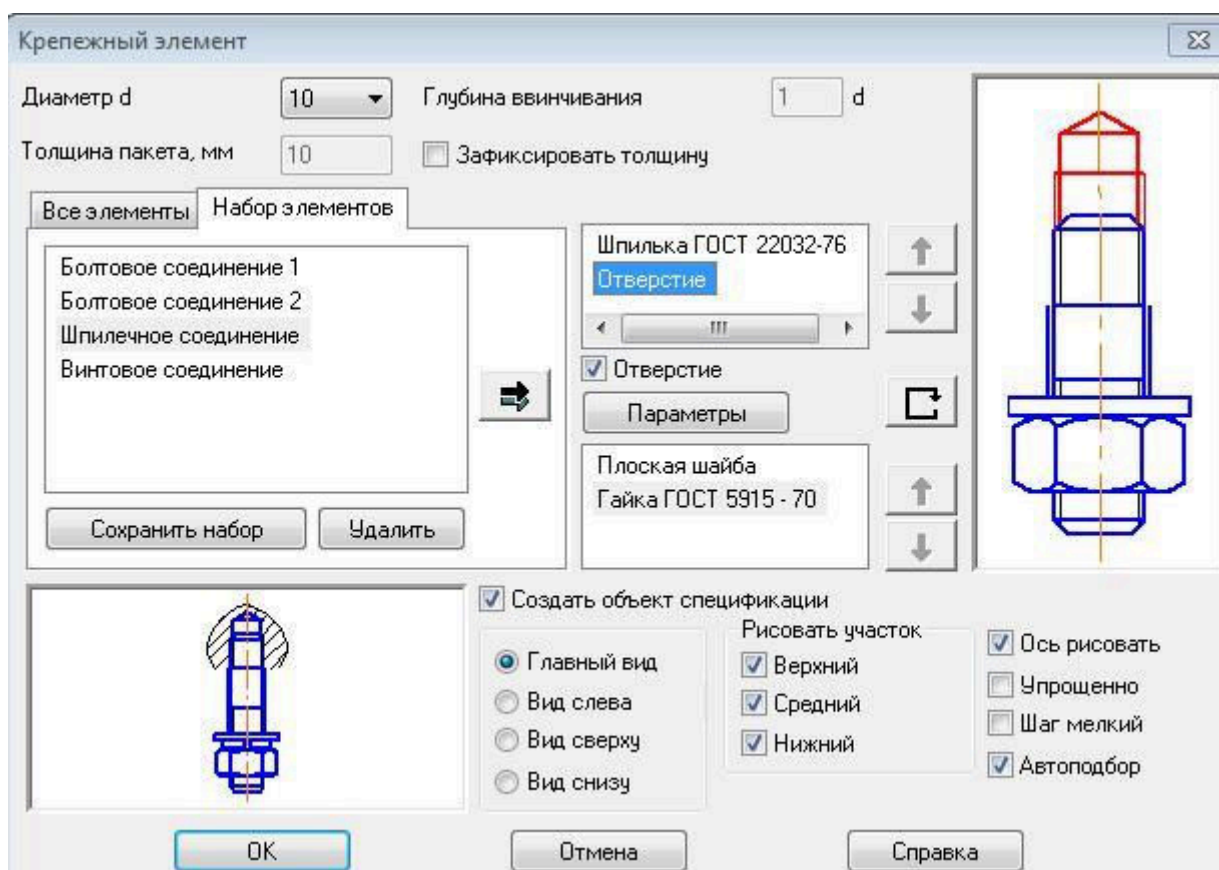

Рис. 10.18
- ☐ активируйте закладку **Набор элементов**, выберите набор **Шпилечное соединение** (рис. 10.18), отредактируйте его состав, задайте необходимые параметры